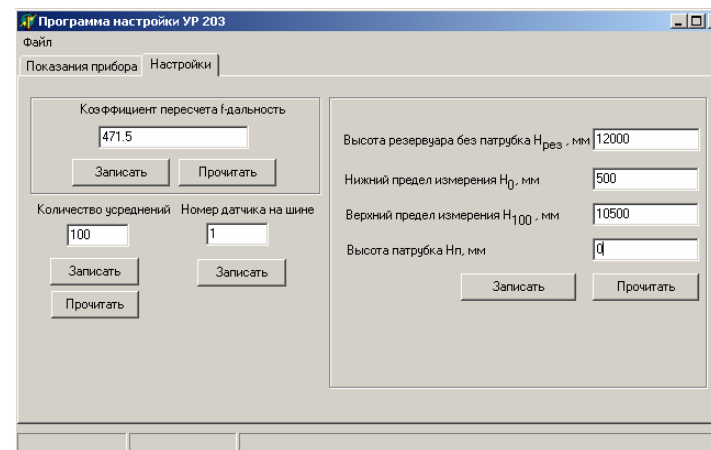

Рис. 4 – Диалоговое окно программы настройки. Вкладка «Настройки»
- 6) запустите файл UR 203.exe. На экране компьютера должно появиться диалоговое окно «Программа настройки UR 203». Перейдите ко вкладке «Настройки» (рис. 4) и приступите к конфигурированию;